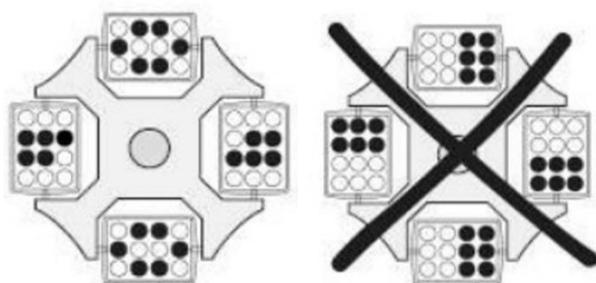

Figure 1. 转子对称装载图 2: 错误的装载，吊篮装载不对称，吊篮枢轴受力不均。
7. 使用水平转子时，转子和吊篮应该对称安装，离心样品必须配平后对称装载，并使用匹配的适配器，水平转子必须采用同一类型的吊篮，并且四个吊篮都需要放上样品（没有样品可以用水代替）。如果转子没有满载，吊篮中离心管的位置按照图 1 方式放置，不可以只使用两个吊篮离心。